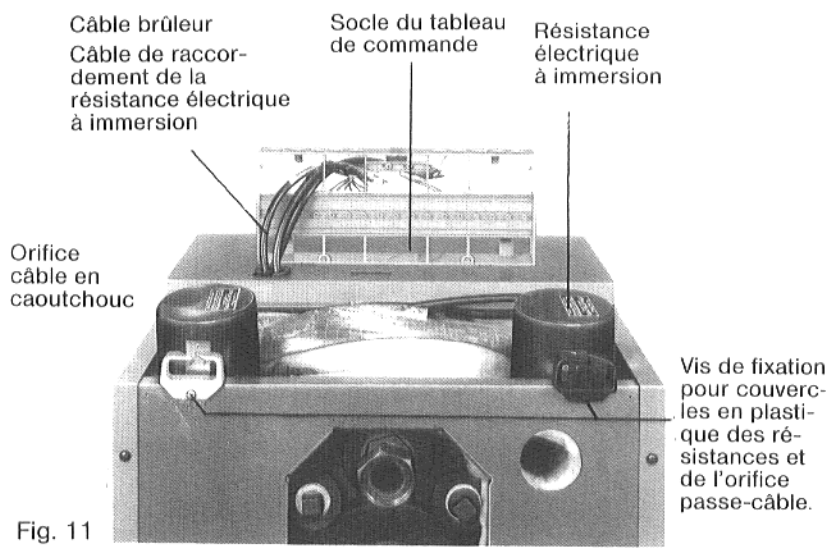

Fig. 11
9.1 Enlever le capot chaudière arrière (doigt de gant: visible) (Fig. 11).
Enlever les couvercles en plastique des résistances électriques à immersion après avoir desserré les vis de fixation (Fig. 11 et 13 b).
Pousser les trois câbles par en bas par le socle du tableau de commande (voir Fig. 11).